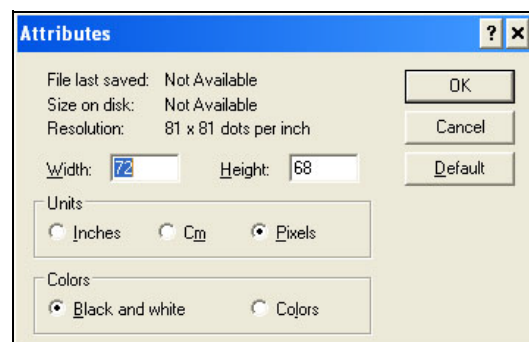

Abbildung 5-45: Bild-Attribute
- c. Die Farbzuoordnung des Bildes als Schwarz-Weiß wählen. (Siehe Abbildung 5-45)